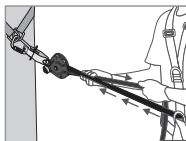
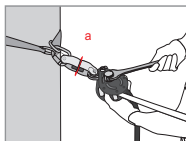

Fig. 3
Fig. 4
Når livlinen er installeret, skal der foretages en forjustering af spændingen ved manuelt at trække rebet (endeknude side - Fig. 3). Knasten (8) og knasthåndtaget (4) skal automatisk komme i kontakt med tovet. Fold knasthåndtaget ned (4), og anvend derefter en passende skruenøgle på spændingsjusteringsakslen (1) indtil spændeskiven (a) på spændingsindikator (2) drejer frit (Fig. 4). Så snart den bevæger sig frit, skal der IKKE STRAMMES MERE! Dette svarer til en for-spænding på linen på ca. 1 kN. Ved brug skal du regelmæssigt kontrollere denne spænding (drejning af spændeskiven) og juster om nødvendigt som beskrevet ovenfor.
**BEMÆRK!** Forsøg ikke at løsne spændingsakslen (1) med nøglen, knasten (8) modstår løsning og modstår rotation mod uret. En væsentlig løsning i denne retning kan have alvorlige konsekvenser for systemets funktion og på rebets tilstand.